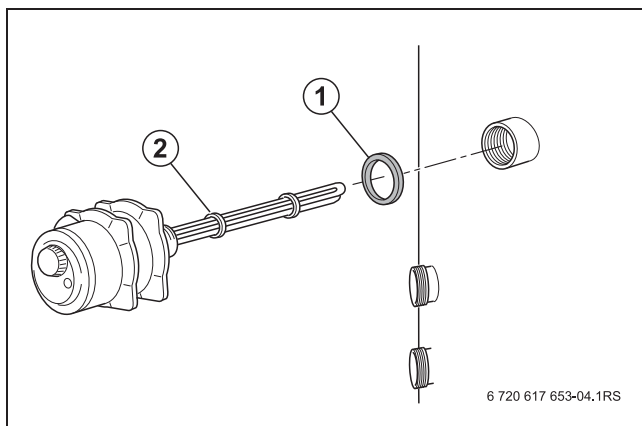

Рис. 12 Установка электронагревательного элемента
- ▶ Установите и подключите электронагревательный элемент (→ рис. 2, стр. 6 и рис. 12 стр. 13). При этом выполняйте требования инструкции по монтажу электронагревательного элемента, местные правила электромонтажа и правила техники безопасности в главе 1.2.